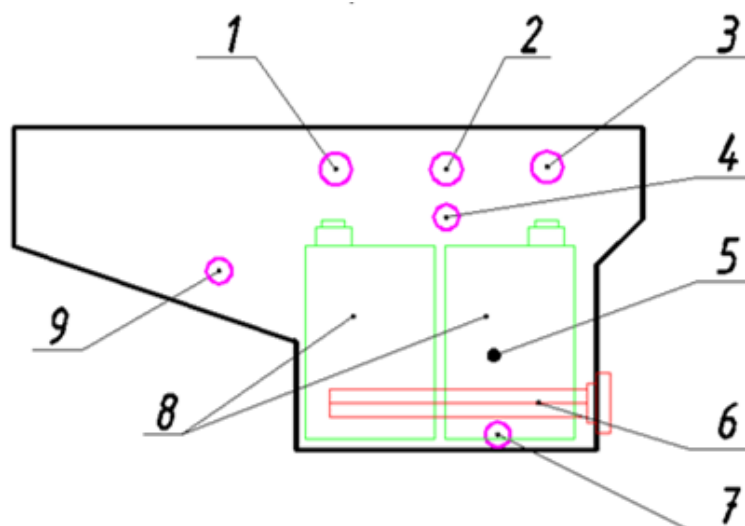

Рис. 4. Поддон Газоконвертора (вид сбоку)
- b. Штуцер «Залив» (Рис. 4, поз. 4): «гайка» – G 3/4 дюйма (трубопровод Ø20 мм)
- c. Штуцер «Слив» (Рис. 4, поз. 1): «гайка» – G 3/4 дюйма (трубопровод Ø25 мм) без переходников, уголков и иных фитингов уменьшающих сечение трубы.
- d. Штуцер «Аварийный перелив» (Рис. 4, поз. 2): «штуцер» – G 1 дюйм (трубопровод Ø32 мм) без переходников, уголков и иных фитингов уменьшающих сечение трубы.